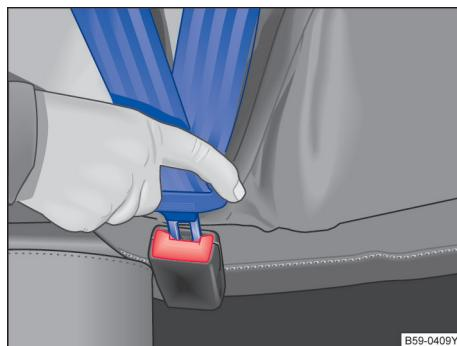

图 27 安全带锁扣和插口
- 将锁舌插入所属座椅的安全插锁扣内，下压，直至听到啮合声 → 图 27。安全带锁舌被锁扣锁止。